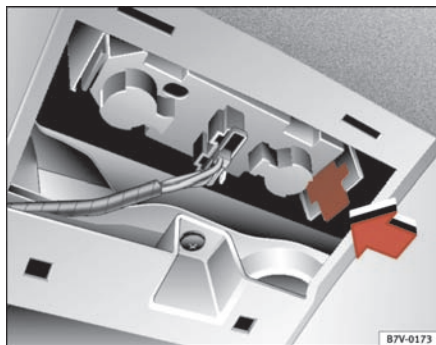

Fig. 166 Lys på bagklappen
- Tryk de elastiske tapper i pilens retning ⇒ fig. 166, og tag fatningen nedad og ud.